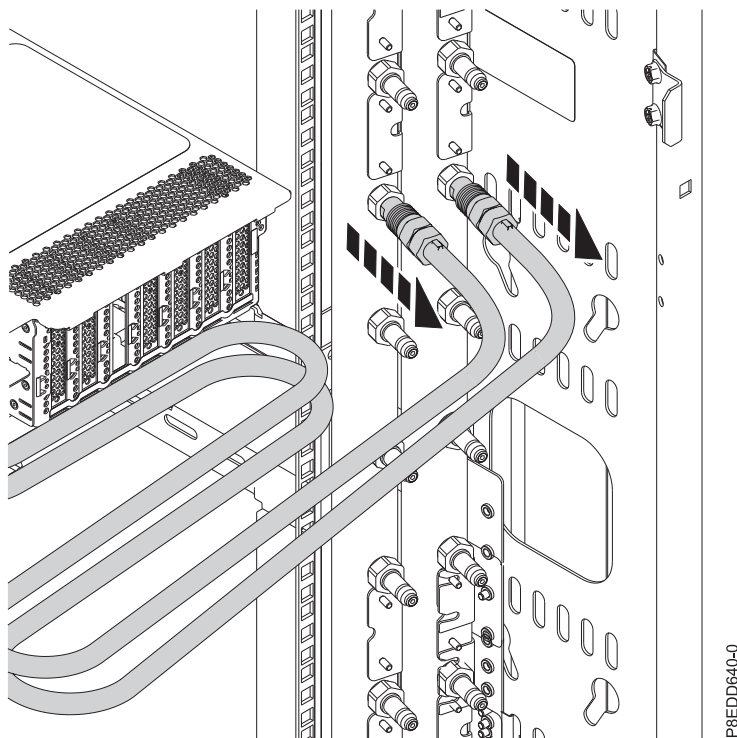

図 42. 冷却水ホースの切り離し
2. 水冷システムの場合、マニフォールドの位置で冷却水ホースにラベルを付け、ホースを切り離します。連結部を手前に引いて、冷却水ホースを切り離してください(67 ページの図 42 を参照)。